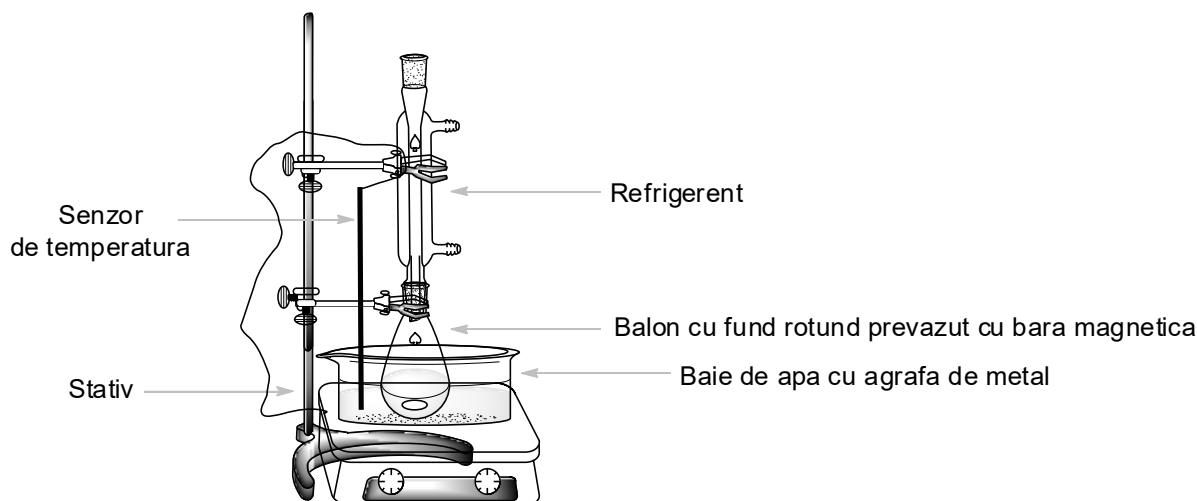

Figura 1. Instalația de încălzire a amestecului de reacție în baia de apă.
3. Imersează balonul cu fund rotund în baia de apă preîncălzită. Atașează refrigerentul de aer (nu este necesară conectarea la apă) și asigură-l cu clema de sus, după cum este prezentat în Figura 1. Se agită până la dizolvarea compusului **A**.
Preîncălzește baia de apă la 80 °C. Introdu bara magnetică în faza organică **O2** de la punctul II.6 și adăugă 0,300 g 2,4-dinitrofenilhidrazină (din flaconul etichetat **DNPH**). Măsoară 10 cm³ etanol cu cilindrul gradat. Folosind o pipetă Pasteur din sticlă, spală flaconul cu porții de câte 2 cm³ etanol (5 x 2 cm³) pentru a asigura transferul complet de **DNPH** în paharul Erlenmeyer. Imersează paharul Erlenmeyer în baia de apă fierbinte, atașează refrigerentul spălat cu etanol (similar cu instalația din Figura 1). Adăugă 3 cm³ soluție HCl 20% prin partea superioară a refrigerentului, folosind o pâlnie, și agită amestecul de reacție la 80 °C, timp de 2 minute. Cristale fine portocalii de produs **C** încep să se formeze. Oprește încălzirea plitei. Ridică amestecul de reacție din baia de apă. (*Atenție!* Atinge doar clemele, paharul este fierbinte.) Așteaptă răcirea amestecului de reacție